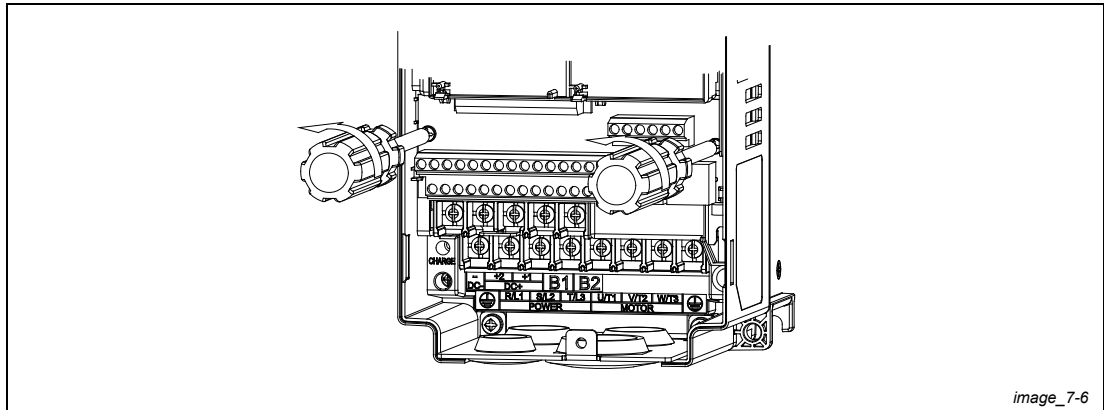

Abb. 7-6: Schrauben entfernen
- ① Lösen Sie die Schrauben mit einem Schraubendreher (siehe Abb. 7-6).